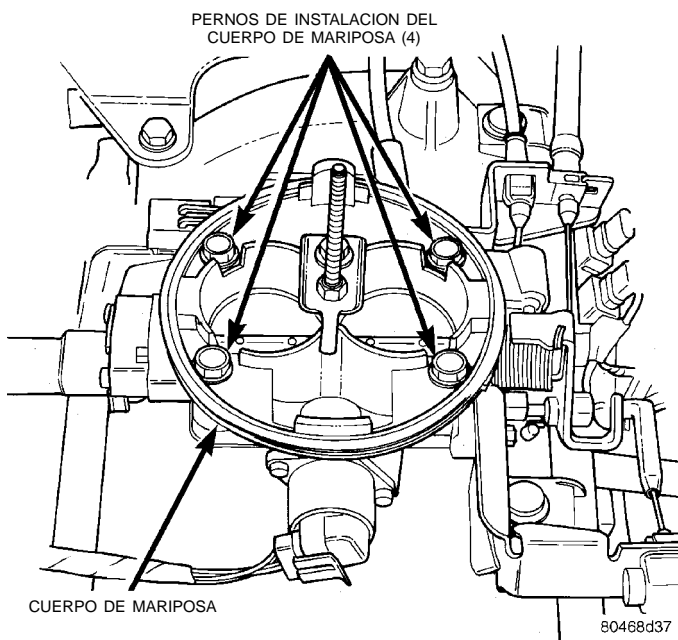

Fig. 65 Pernos de instalación del cuerpo de mariposa—Motor de 5.2L/5.9L—Característicos
- (3) Retire el tubo de vacío situado en el cuerpo de mariposa.
- (4) Retire todos los cables de mando del brazo (palanca) del cuerpo de mariposa. Para obtener información adicional, consulte la sección Pedal del acelerador y cable de la mariposa de este grupo.
- (5) Retire los cuatro pernos de instalación del cuerpo de mariposa (Fig. 65).
- (6) Retire el cuerpo de mariposa del tubo múltiple de admisión.
- (7) Deseche la junta usada del cuerpo de mariposa al tubo múltiple de admisión.